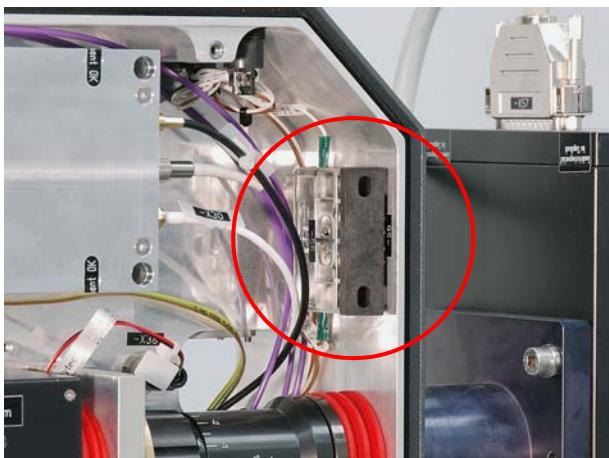

Abbildung 6.7 Interlockschalter überbrückt
6. Interlockschalter (Abbildung 6.7) brücken.